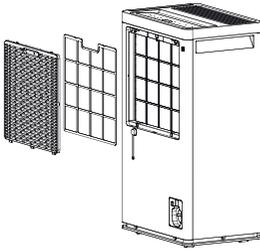

Рис. 5
**9. Чистка фильтра (Рис. 5).** Достаньте фильтр, промойте его в мыльной воде, прополощите в чистой воде, высушите и вставьте на место. В среднем необходимо проводить чистку фильтров не реже чем раз в две недели при постоянном использовании, иначе производительность прибора может снизиться.